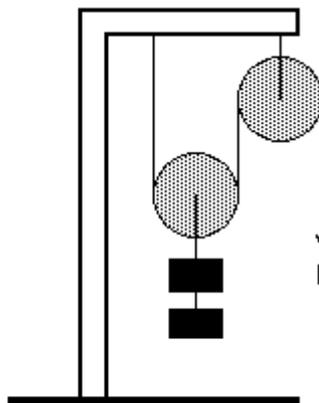

Figura 2
4) Monte um sistema contendo uma roldana fixa e a outra móvel e pendure na roldana móvel duas massas de 50g, conforme mostrado na figura 2. O peso total será de 1,0 N mais o peso da roldana móvel. Qual é o valor da **força resistente**?
5) Represente, na figura 2, as forças que atuam na roldana móvel e faça uma previsão do valor da **força potente**. Confirme sua previsão medindo o valor da força potente com o dinamômetro.
B) Qual é a vantagem mecânica da montagem da figura 2?
7) Acrescente mais duas massas na montagem da figura 2 e meça com o dinamômetro o valor da força potente. Em seguida, acrescente mais duas massas e, novamente, meça o valor da força potente. Anote os valores medidos.